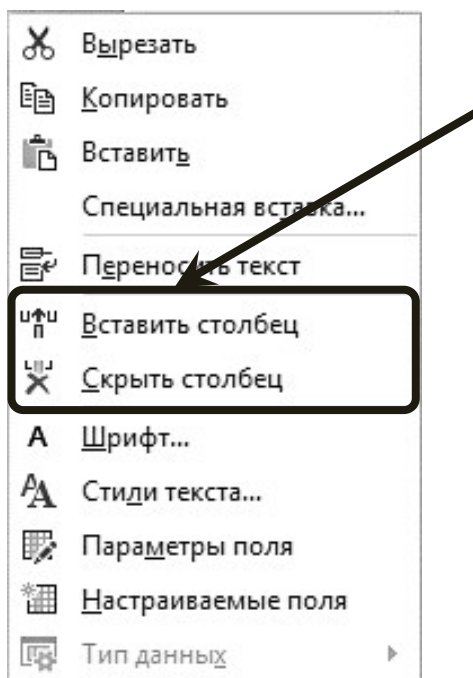

Рис. 14
1. Удалить ненужные столбцы листа (все кроме столбцов Название ресурса, Краткое название и Тип). Для этого щелкнуть правой кнопкой мыши на заголовок столбца и выбрать из появившегося контекстного меню пункт Скрыть столбец (рис. 14).
2. Добавить новые столбцы для созданных полей. Для этого щелкнуть правой кнопкой мыши на заголовок любого столбца и выбрать из появившегося контекстного меню пункт Вставить столбец и выбрать названия созданных ранее настраиваемых полей (Текст 1(Вид ресурса), Текст 2 (Отдел) и т.д.) (рис. 14).